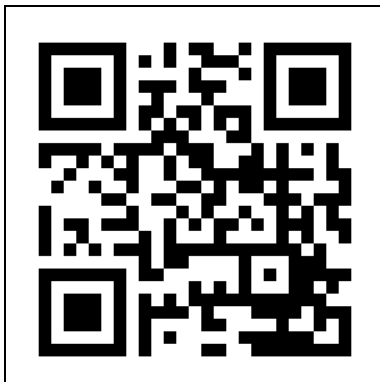

Figura 12
1. Deschideți manualul aplicației Eurom Smart cu codul QR (Figura 12) sau accesați [www.eurom.nl/nl/manuals](http://www.eurom.nl/nl/manuals).